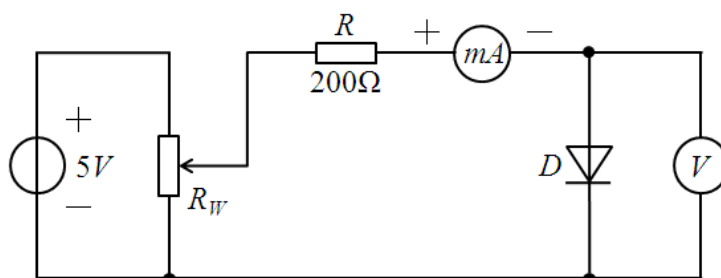

图 1.2
- 1) 测试电路如图 1.2 所示，图中  $D$  为二极管，型号为 1N4007， $R_w$  为可调电位器。